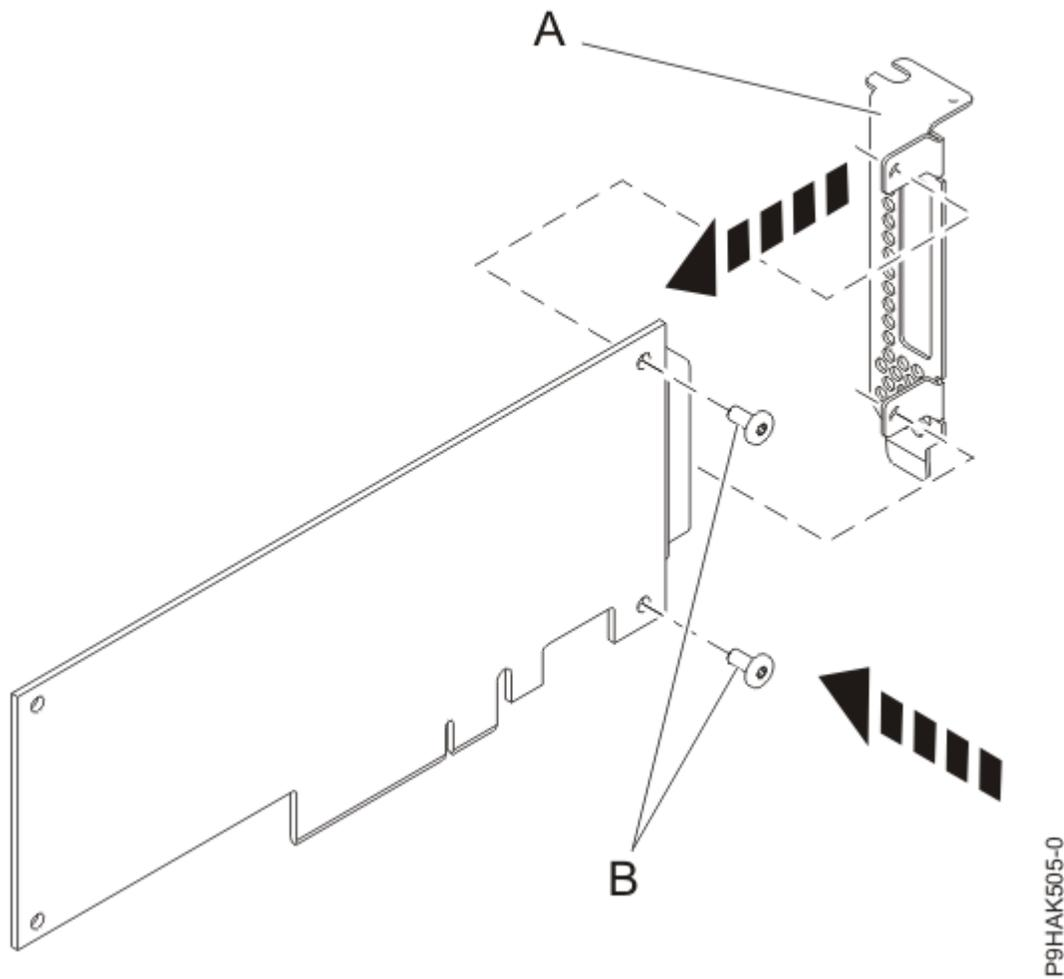

Abbildung 39. Den kurzen Adapterkassettenhalter am Adapter befestigen
14. Befestigen Sie mit einem Kreuzschlitz-Schraubendreher und den beiden Sicherungsschrauben (B) den Haltesteg (A) vom fehlerhaften Adapter am neuen Adapter, wie in Abbildung 39 auf Seite 58 dargestellt.